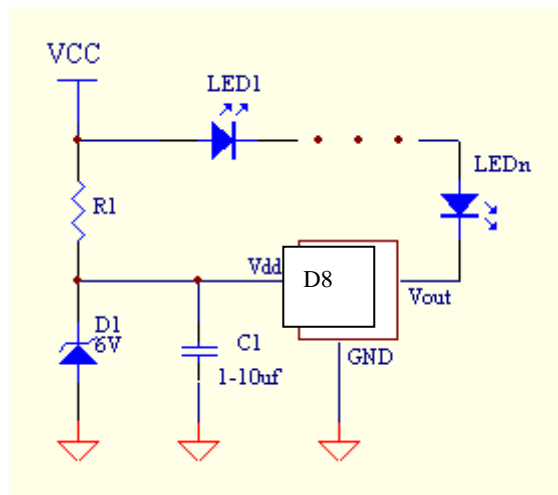

图2 (微波雷达感应模块应用举例)
微波雷达感应模块 (D8) 应用接线如图2, 当感应模块检测到有人体移动 (导电物体移动) 时, P1 (Vout) 开关导通, 使 LED 灯组点亮。没有人体移动时感应模块的 P1 (Vout) 输出截止, LED 灯组关闭。
1、雷达感应模块的工作电压 Vdd 为6—15VDC。当 Vcc 高于15VDC 时可以采取图2方式接线。R1和 D1组成降压电路, R1的阻值要根据 VCC 的最大值 (LED 关断时的电压) 和工作值 (LED 点亮时的值) 来确定。